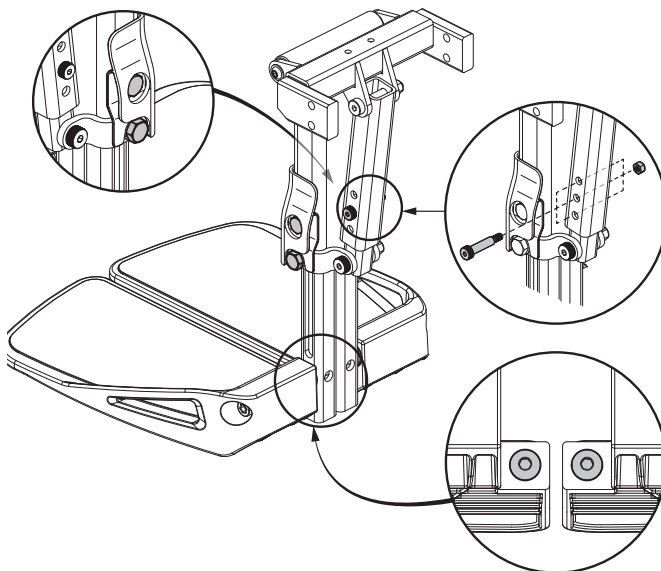

Figura 14. Ajuste de la plataforma para los pies
1. Retire los herrajes del soporte de la plataforma para los pies. **Ver figura 14.**
1. Levante la plataforma para los pies y ubique el tornillo. **Ver figura 14.**